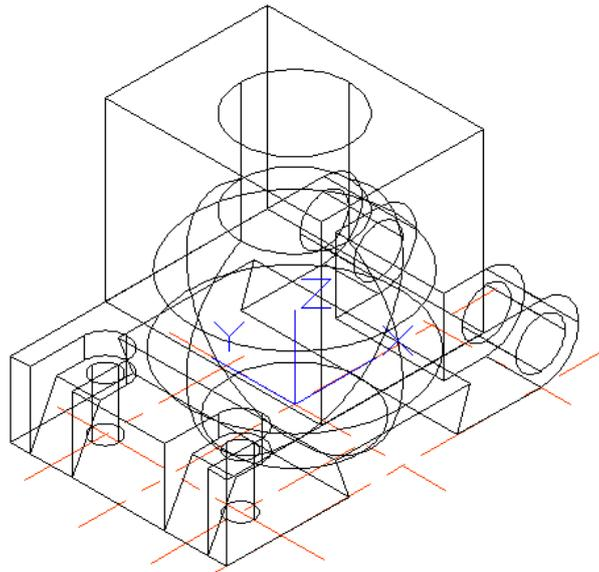

Рис. 4.12. Создание ящика
23. Постройте призму (рис. 4.12).